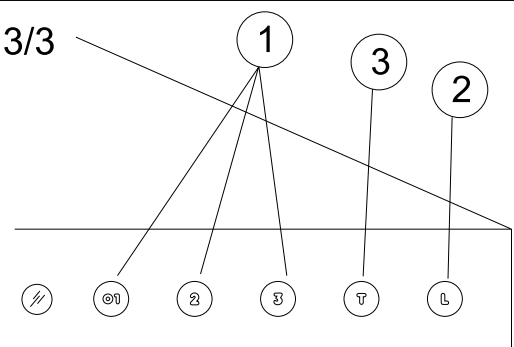

FIG. 4
- 1) Stabilire l'altezza di montaggio della cappa regolando il Traliccio Telescopico (Fig. 4/A) e fissarlo con le quattro viti (Fig. 4/B).
- 3) Assieme la flangia (Fig. 4/D) tramite le due viti (Fig. 4/E), montare il raccordo a T, solo in versione filtrante (Fig. 4/F).
Unire i due particolari come in figura, fissare poi la flangia al traliccio con le due viti (Fig. 4/G) **Attenzione:** Posizionare la flangia in modo che il foro di uscita del cavo di alimentazione (Fig. 4/I) coincida con l'apertura nella piastra inferiore (Fig. 4/L).
- 4) Fissare il Traliccio al soffitto con le viti + i tasselli (Fig. 4/M).
- 5) Inserire il tubo interno (Fig. 4/N) nel Traliccio, spingerlo fino al soffitto e fissarlo tramite le due viti (Fig. 4/O). Inserire il tubo esterno (Fig. 4/P).
- 6) Per il modello Isola (motore interno scocca) prendere la cappa, avvicinarla al Traliccio infilando il cavo alimentazione nelle apposite aole (Fig. 4/I+L).
- 7) Assicurare la cappa al Traliccio tramite le 4 viti M6 (Fig. 4/Q) montate dall'interno della cappa. Terminare il collegamento elettrico.